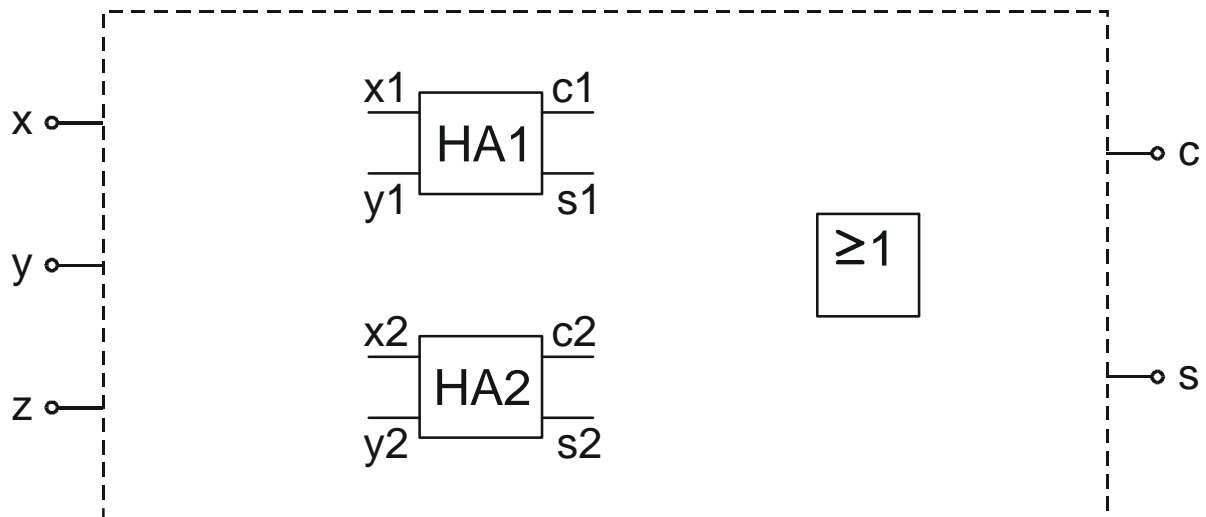

Abbildung 7.1: Aufbau eines Volladdierers
- a) Vervollständigen Sie Abbildung 7.1 derart, dass aus den beiden Halbaddierern *HA1* und *HA2* sowie dem ODER-Gatter ein Volladdierer mit den Eingängen *x*, *y* und *z* sowie den Ausgängen *s* und *c* entsteht!